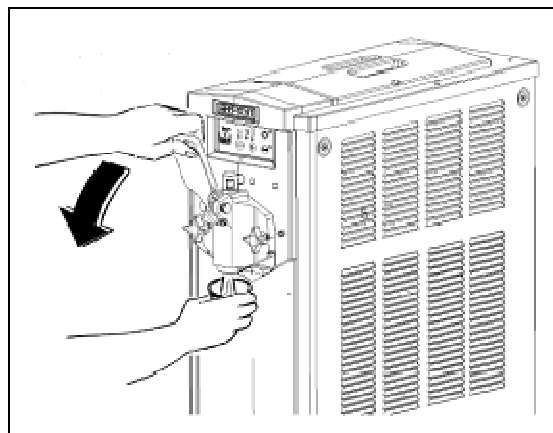

Fig. 1
L'apparecchio su una superficie orizzontale e solida facendo in modo che la carrozzeria dell'apparecchio sia ben areata (almeno 20 cm di spazio libero, fig.1), installare l'apparecchio in un ambiente asciutto ed evitare di installarlo
- **R**iempiere la vasca superiore di acqua tiepida e svuotare la macchina (fig.1) in modo da fluirla rimuovendo così la maggior parte di prodotto residuo.
- **A**gendo delicatamente sulla leva di erogazione aprire il rubinetto quel tanto che basta per sfiatare il cilindro di congelamento dalla pressione (fig.1).